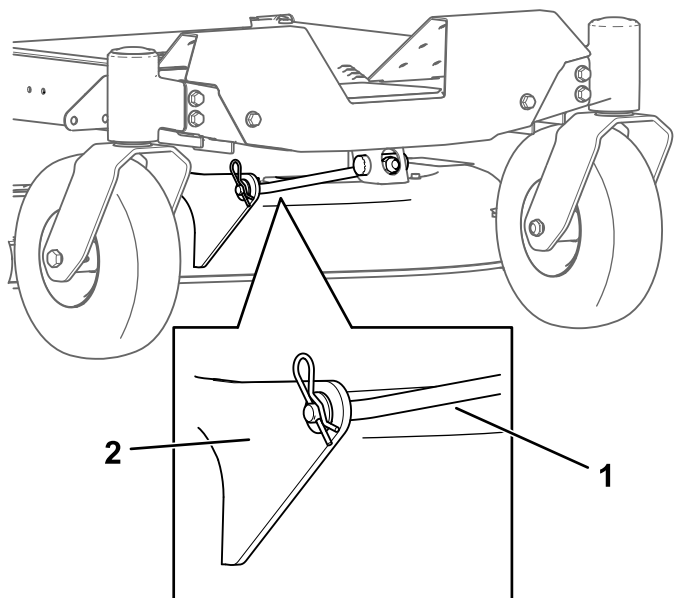

Figure 74
4. Retirez la goupille fendue de la tige de support avant et déposez la tige du support de tablier (Figure 74).
8. Fixez la tige de support avant au tablier de coupe à l'aide de l'axe de chape et de la goupille fendue (Figure 74).